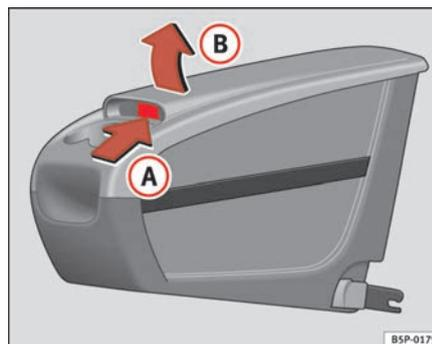

Fig. 113 Porta-objectos móvel. Abertura
- Levantar a tampa **(B)**, pela zona **(A)** ⇒ página 150, fig. 113.